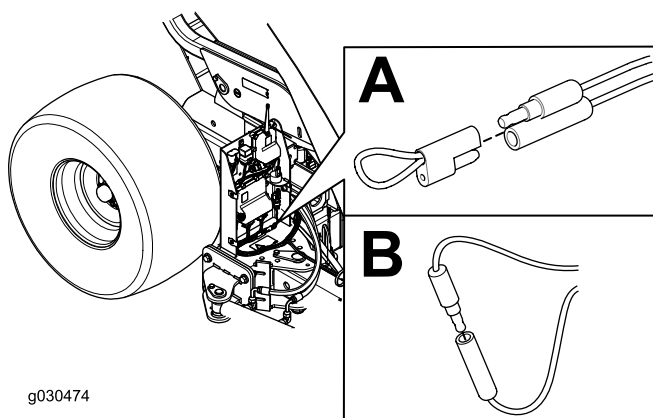

Figura 33
4. Tirate via il cappuccio fisso dei 2 connettori di derivazione di diagnostica (Figura 33 A).
5. Collegate i connettori di derivazione di diagnostica tra loro (Figura 33 B).